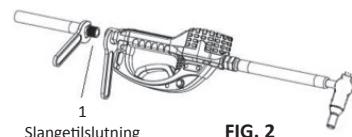

FIG. 2
2. Anvend gevind tætningsmiddel på det udvendige gevind i slangetilslutningen. Skru slangetilslutningen ind i drejeleddet (1) og stram godt til (FIG. 2). Sørg for, at du lader tætningsmidlet størkne efter fabrikantens anbefalinger, inden du hælder væske ind i systemet